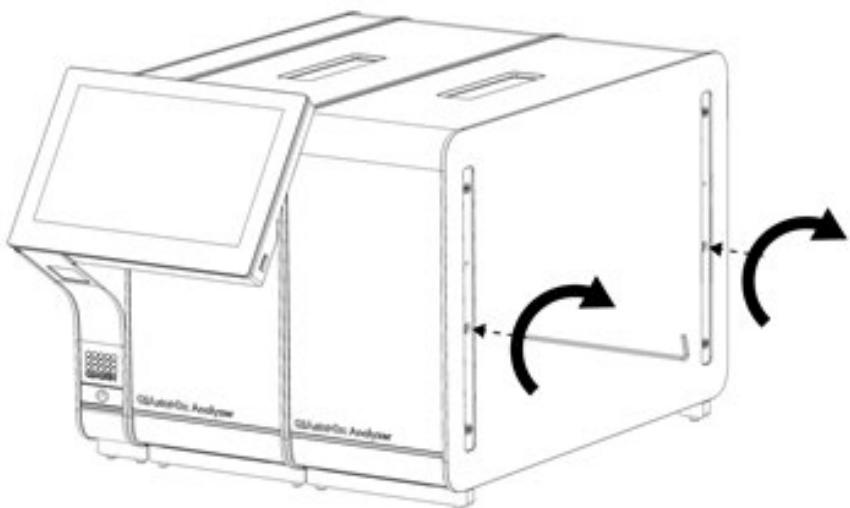

Abbildung 16. Ausrichten und Anbringen des zusätzlichen Analysemoduls.
4. Richten Sie das zusätzliche Analysemodul am vorhandenen Analysemodul aus. Ziehen Sie die Schrauben unter Verwendung des mit dem QIAstat-Dx Analyzer 2.0 gelieferten Werkzeugs für das Analyse- und Betriebsmodul fest (Abbildung 16).